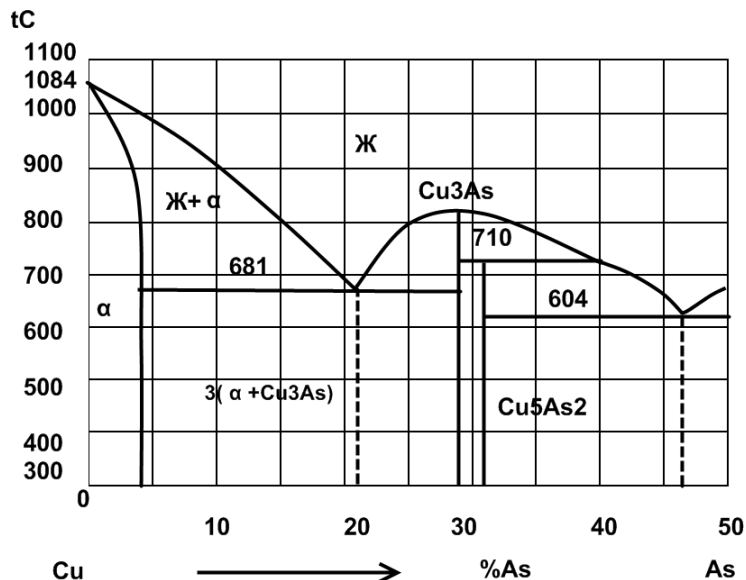

Рис. 6. Диаграмма состояния медь – мышьяк (Cu – As)
2. Вычертите диаграмму состояния системы медь — мышьяк (Cu — As). Опишите взаимодействие компонентов в жидком и твердом состояниях, укажите структурные составляющие во всех областях диаграммы состояния и объясните характер изменения свойств сплавов в данной системе с помощью правил Курнакова (рис. 6).